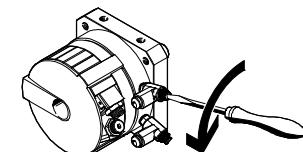

Fig. 24
- (Fig. 24)，直至达到所需的摆动速度。撞杆应安全到达终端位置，但不发生硬性碰撞。